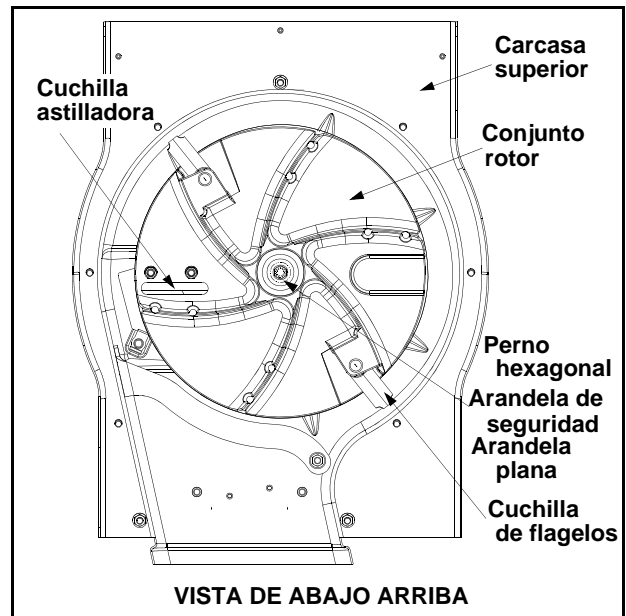

Figura 18
- Quitar el perno hexagonal, la arandela de seguridad y la arandela plana que sujetan el conjunto rotor al cigüeñal. Ver la Figura 18.